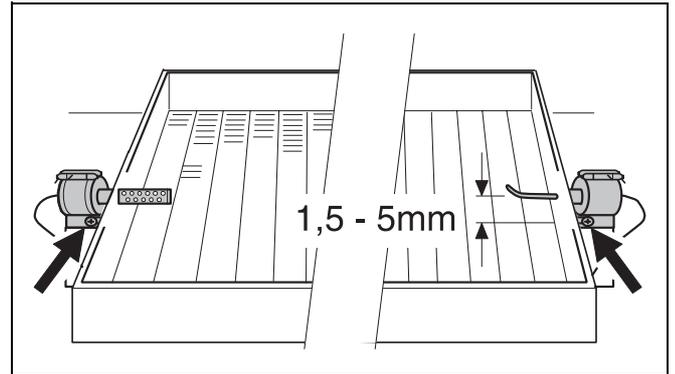

Fig. 40 Elettrodi d'accensione e di ionizzazione
- Togliere l'elettrodo d'accensione ad incandescenza e quello di ionizzazione. (fig. 40).